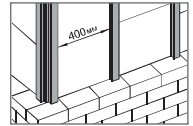

Рис. 1: Подготовка стен и установка обрешетки
1. Монтаж сайдинга FINEBER и доборных элементов к нему осуществляется на вертикальную обрешетку с шагом не более 400 мм (Рис. 1). При этом расстояние между крепежными элементами не должно превышать 400 мм. Обрешетка выполняется из металлических оцинкованных профилей 60x27 мм толщиной не менее 0,5 мм. Допускается использование ровных деревянных брусков камерной сушки влажностью не более 12%, обработанных противопожарными и антисептическими пропитками. **Не допускается монтаж сайдинга напрямую на поверхность стены.**